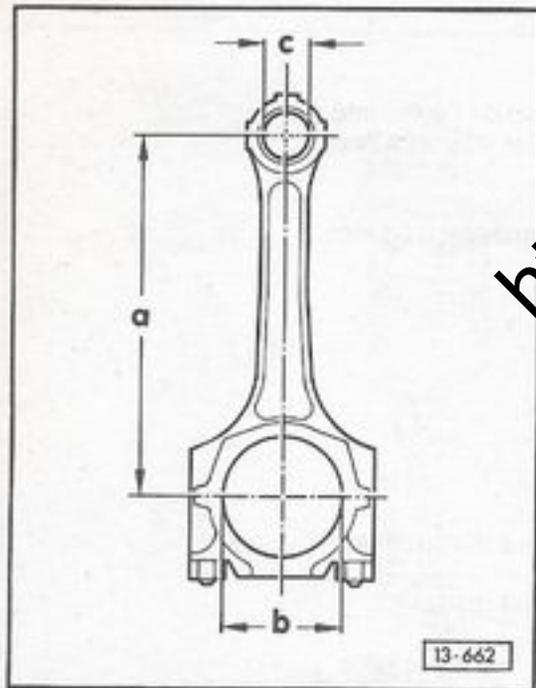

Fig. 5 Bielles - Caractéristiques distinctives
- caractéristiques distinctives ⇒ figure 5